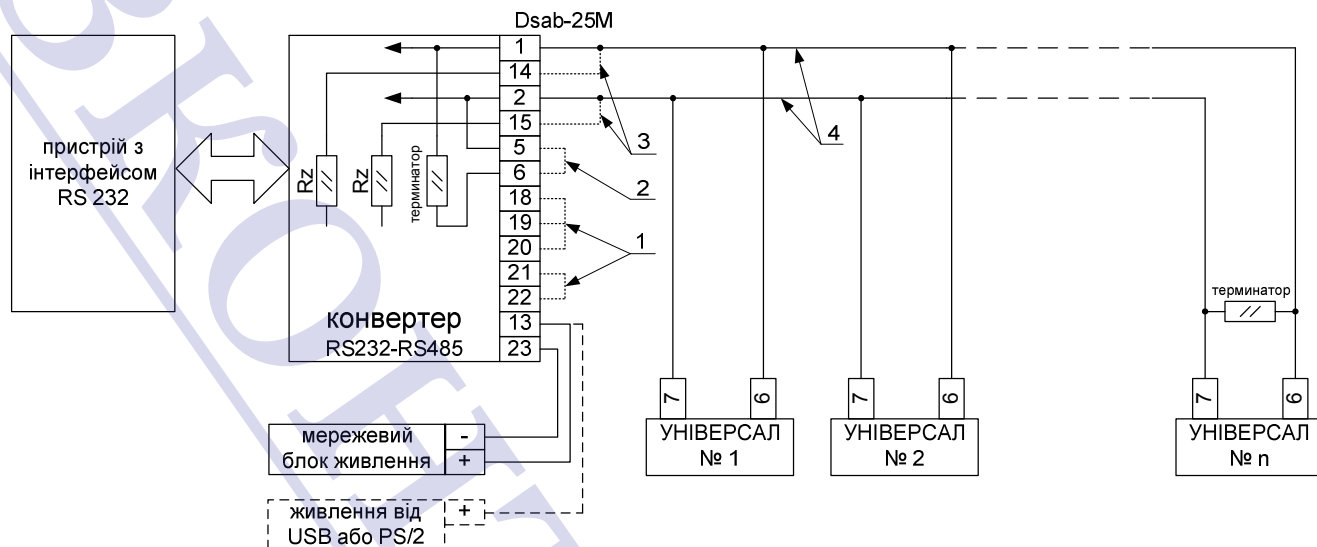

Рис. 1. Схема підключення конвертера до ПК.
7.4 В якості лінії зв'язку використовується двопровідна лінія (рис.1. поз. 4). При довжині лінії зв'язку більше 10 метрів необхідно використовувати кабель типу «вита пара».
7.7 Конфігурування роботи конвертера здійснюється за допомогою перемички на контактах 18, 19, 20, 21, 22 з'єднувача DSAB-25F (рис. 1 поз.
7.8 У випадку коли обмін даних по лінії зв'язку на мінімальній швидкості нестабільний або існують великі завади, тоді зі сторони конвертора необхідно підключити резистори захисного зміщення  $R_z$  (рис.1. поз. 3.). Таку процедуру іноді необхідно виконувати у випадку друку на принтер через RS485 і довжині лінії зв'язку більше 10 метрів.